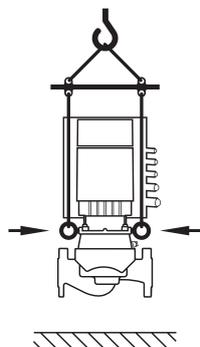

Fig. 8: Transport af pumpen
- Transporten af pumpen skal foretages med godkendt transportgrej (f.eks. sjækkel, kran etc.). De skal fastgøres på transportringene, der sidder på motorflangen (Fig. 8, vist her: Løfteretning med vertikal motoraksel).